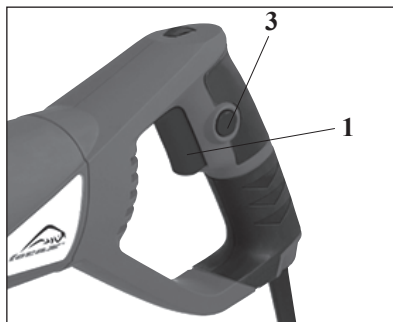

Bilde. 1
3.3 Justering av sålen (Bilde.1)